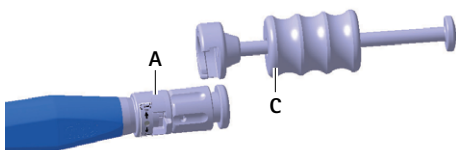

Рис. 5 Монтаж ударного молотка на установочном инструменте
- ▶ Смонтировать ударный молоток **C** на установочном инструменте **A**, см. Рис. 5.
- ▶ Смонтировать ударный молоток В на установочном инструменте А, см. Рис. 5.